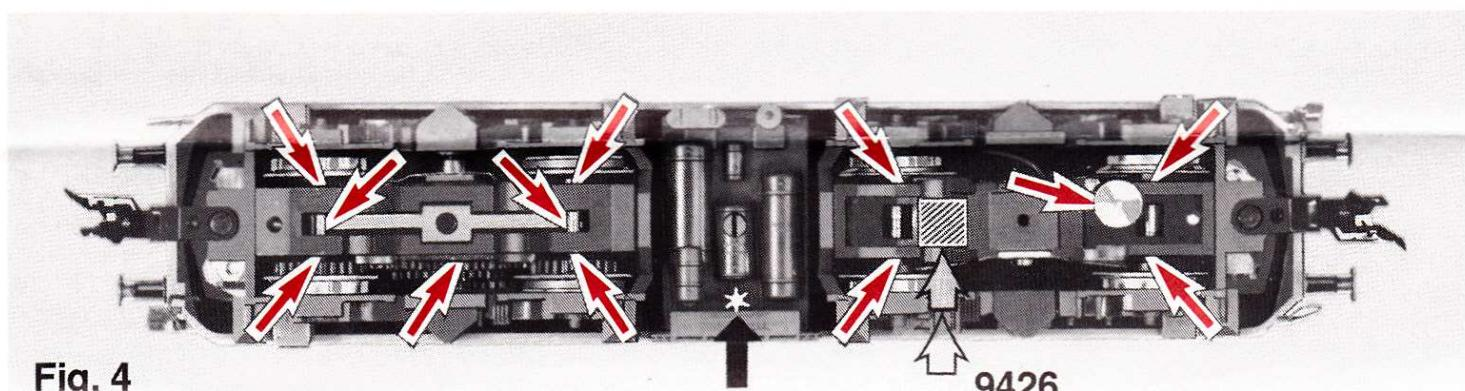

Fig. 4
* Dieser Stern bezeichnet die Masse-führende "gemeinsame Seite" der Lok (Fig. 4).
An der markierten Stelle kann der **Schaltmagnet 9426** eingebaut werden (Fig. 4).
* This star indicates the so called "common side" of the loco (fig. 4).
The indicated point can be used for locating the **switching magnet 9426** (fig. 4).
* Cette étoile indique le côté "masse" de la locomotive, qui est "commun" aux deux alimentations ci-dessus (fig. 4).
L'aimant permanent 9426 peut être monté à l'endroit indiqué (fig. 4).
Op de gemerkte plaats kan de schakelmagneet 9426 gemonteerd worden (fig. 4).